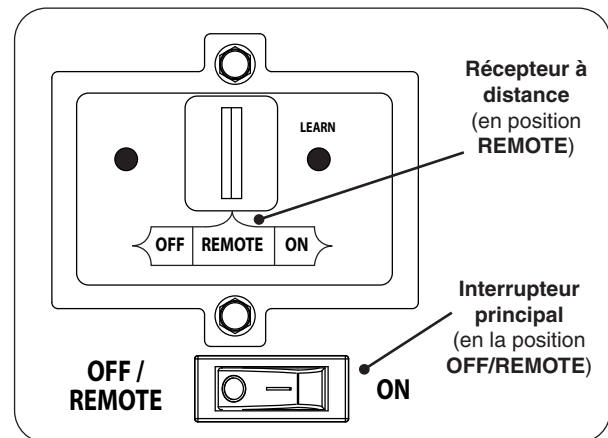

Fig. 38-1 Contrôle détail du panneau
1. Vérifiez que l'interrupteur principal est en position **OFF/REMOTE** (éteindre/éloigné) (voir Fig. 38-1).
2. Repérez l'interrupteur à 3 positions sur le récepteur de télécommande (voir Fig. 38-1), Et faites glisser l'interrupteur à la position **REMOTE**(éloigné).